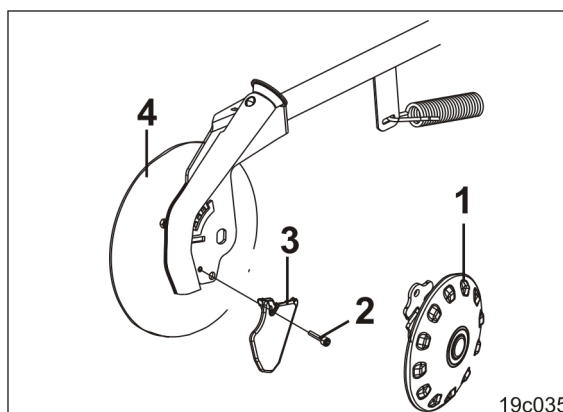

Fig. 119
1. Afmonter kunststoffskenen (Fig. 119/1) (se kapitlet "Indstilling af RoTeC-plastskiver", på side 98).
2. Løsn cylinderbolten (Fig. 119/2) (boltens tilspændingsmoment 30-35 Nm).
3. Udskift slidspidsen (Fig. 119/3), og monter i omvendt rækkefølge.
Slidspidsen (Fig. 119/3) må ikke rage ud over såskivens kant (Fig. 119/4). Udskift evt. såskiven.